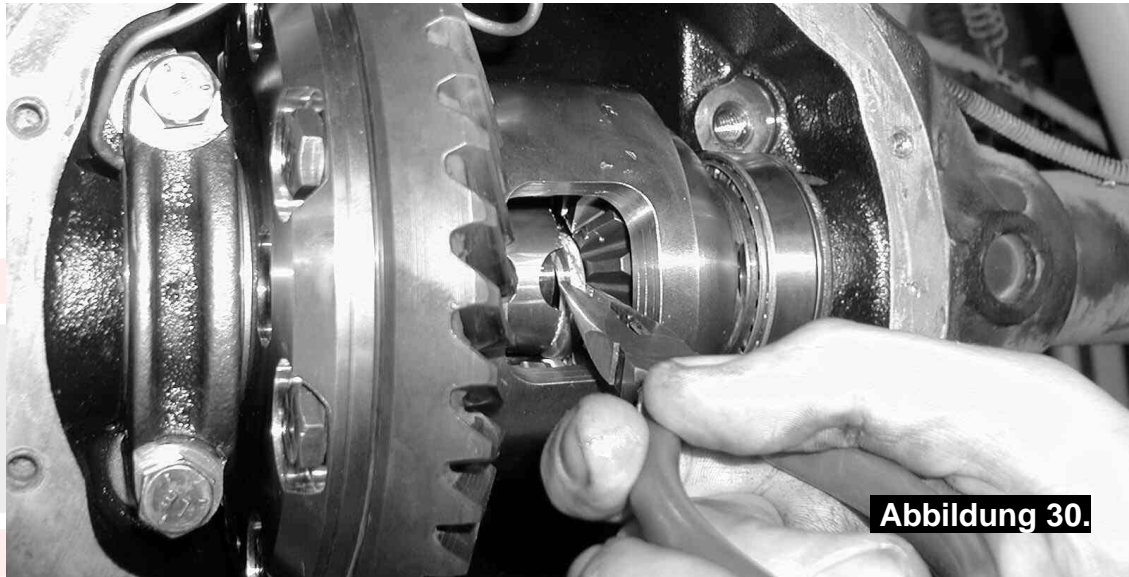

Abbildung 30.
- Um die 'C' Klammern auf die Nut der Achswelle zu stecken benötigen Sie ein Spitzzange. Damit können Sie die Klammer zwischen den Center-Block und Planetenrad- Antriebswelle schieben. (vgl. Abb. Abbildung 30.)